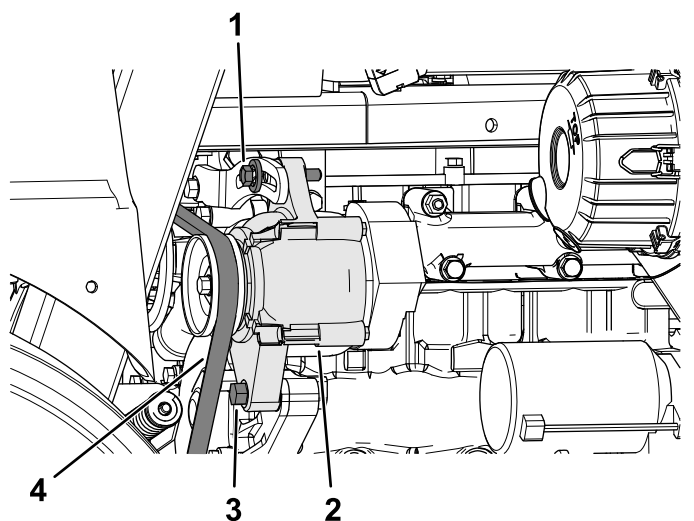

図 88
5. オルタネータのピボットボルトとロックボルトをゆるめる 図 88。
7. 調整ができればオルタネータのロックボルトを締め付ける 図 88。
8. オルタネータのピボットボルトを締め付ける 図 88。